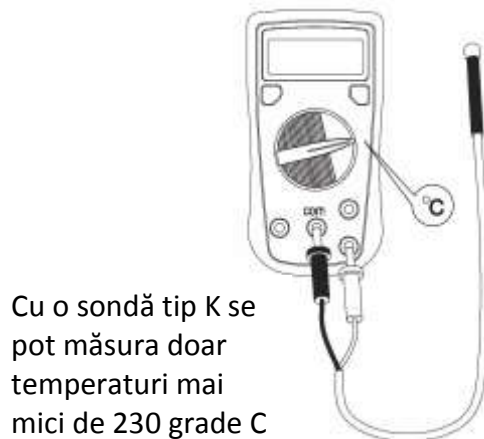

Fig. 8
H. Măsurarea temperaturii (doar la UT136C, vezi fig. 8)